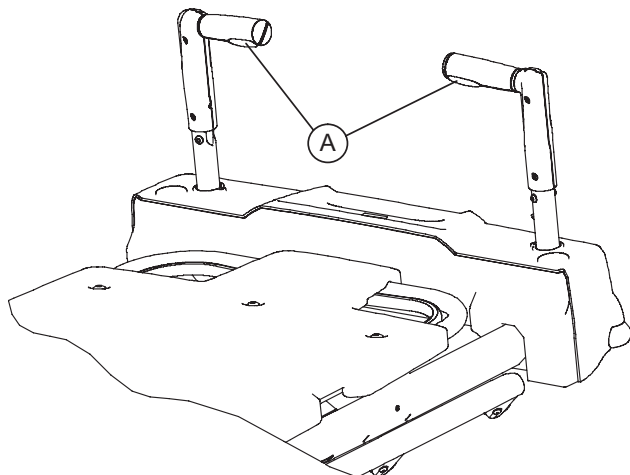

Figura 4 - Maniglie di guida con interruttori di rilascio del movimento
4. Afferrare le maniglie di guida in corrispondenza delle due zone dell'impugnatura in rilievo. Premere uno degli interruttori di rilascio del movimento (A) situati sotto le maniglie per consentire il movimento della ruota motrice, come illustrato nella Figura 4 e nell'etichetta di riferimento del pedale e della maniglia di guida. Uno o entrambi gli interruttori consentono il movimento, ma per l'arresto è necessario rilasciare entrambi gli interruttori.